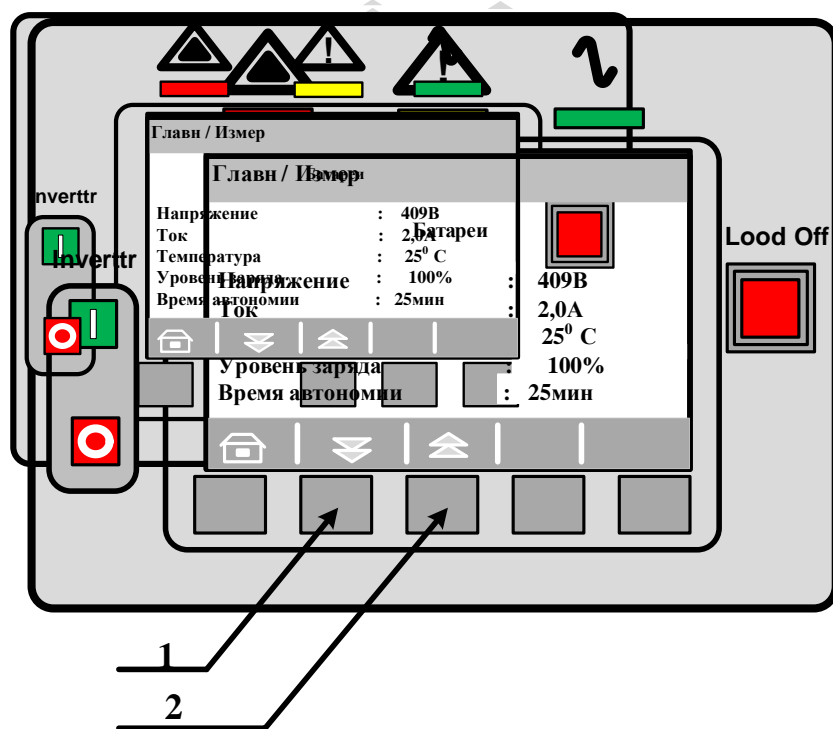

Рисунок 2. Кнопки вывода экранов информации электрических параметров УБП.
7.2.4. Далее поочередно путем нажатия кнопок 1 и 2 (рисунок 2) выводятся все экраны с электрическими параметрами переменного и постоянного тока, а также статистика работы УБП.